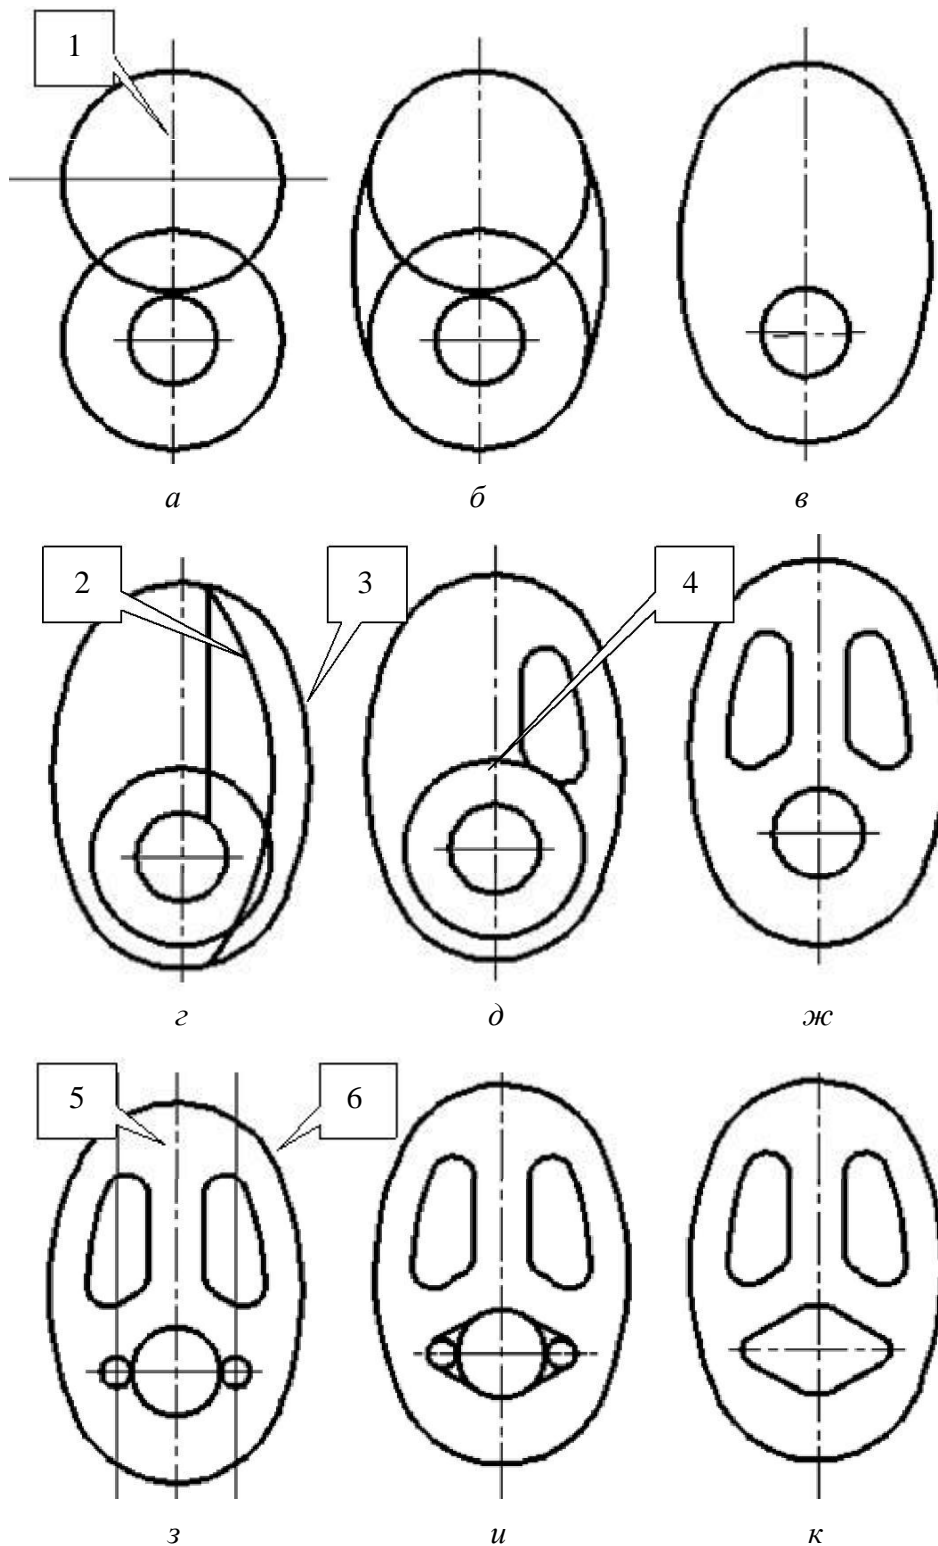

Рис. 3.18. Этапы выполнения изображения плоского контура
- для определения положения центра верхней окружности изобразить вспомогательную горизонтальную линию 1 с использованием команды  и опции **Отступ (Offset)** (рис. 3.18, а);
- изобразить окружности (рис. 3.18, а).
6. Построить внутреннее сопряжение двух окружностей. Использовать команду  **Окружность (Circle)** и опцию **ККР (Ttr)** (рис. 3.18, б).
7. Удалить участки дуг окружностей с использованием команды **Обрезать (Trim)**  (рис. 3.18, в).
8. Выполнить изображение линий 2 и 3. Использовать команду **Смещение (Offset)**  (рис. 3.18, г). Задать расстояние между линиями 10 мм.
9. Изобразить наружное сопряжение с радиусом 5 мм. Использовать команду **Сопряжение (Fillet)**  (рис. 3.18, д).
10. Удалить участок окружности 4 и отразить полученный контур с использованием команды **Зеркальное отражение (Mirror)**  (рис. 3.18, е).
11. Установить текущим слой 0. Для определения положения центров радиусов скруглений изобразить вспомогательные вертикальные линии 5 и 6 с использованием команды  и опции **Отступ (Offset)**. Данные прямые линии располагаются от вертикальной осевой линии на расстоянии 22 мм (рис. 3.18, з). Установить текущим слой **основная**. Изобразить окружности.
12. Установить объектную привязку **Касательная**. Построить касательные прямые к окружностям с использованием команды **Отрезок (Line)**  (рис. 3.18, и).
(рис. 3.18, к).